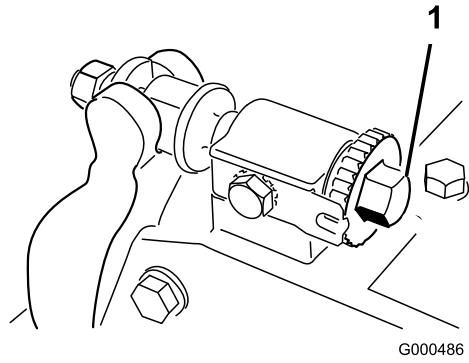
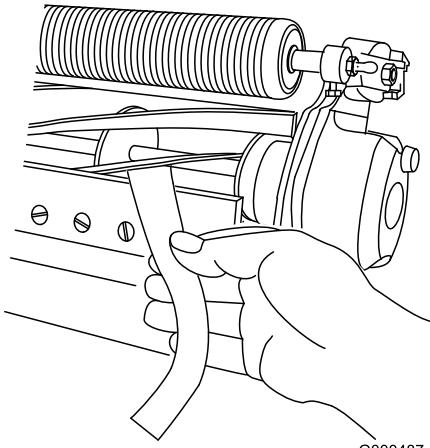

Figura 51
Figura 52
2. Eliminate il contatto con il cilindro facendo girare in senso antiorario le viti di regolazione della barra di appoggio (Figura 51).
4. Inserite una lunga striscia di carta di giornale tra il cilindro e la controllama (Figura 52) da un lato del cilindro. Girate lentamente il cilindro in avanti, e allo stesso tempo girate in senso orario la vite di regolazione della barra di appoggio (dallo stesso lato del cilindro) (Figura 51), uno scatto per volta, finché la carta non viene pizzicata leggermente quando viene inserita dal davanti ed è parallela alla controllama. Tirando la carta dovreste notare una lieve resistenza.
6. Al termine della messa a punto, controllate se il cilindro è in grado di pizzicare la carta inserita dalla parte anteriore, e se la taglia quando viene inserita ad angolo retto rispetto alla controllama (Figura 52). Dovreste riuscire a tagliare la carta con un contatto